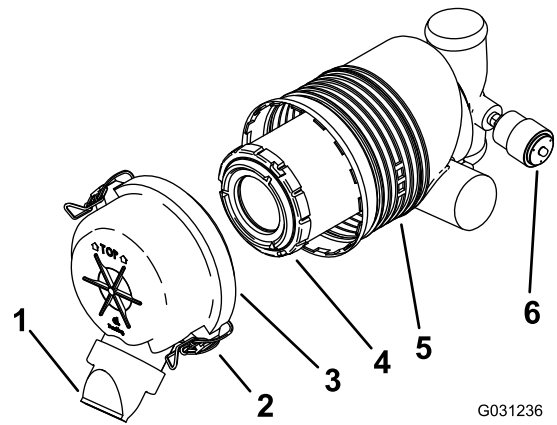

Figura 41
Importante: Sostituite il filtro dell'aria solo quando la spia di servizio è rossa (Figura 41). Sostituendo il filtro dell'aria prima del necessario si aumenta il rischio che la morchia entri nel motore quando si toglie il filtro.
5. Rilasciate i dispositivi di fermo del filtro dell'aria e togliete il coperchio dal corpo del filtro (Figura 41).
- Se l'indicatore di servizio è pulito, montate la copertura del filtro dell'aria con il coperchietto antipolvere orientato verso il basso e fissate i fermi (Figura 41).
1. Estraiete con cautela il filtro dal corpo del filtro dell'aria (Figura 41).
3. Montate il filtro con attenzione (Figura 41).
- Montate la copertura del filtro dell'aria con il coperchietto antipolvere orientato verso il basso e fissate i fermi (Figura 41).